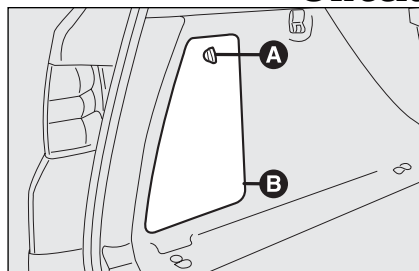

fig. 36
- ☐ gire el mando **A**-fig. 36 para abrir la tapa **B**;